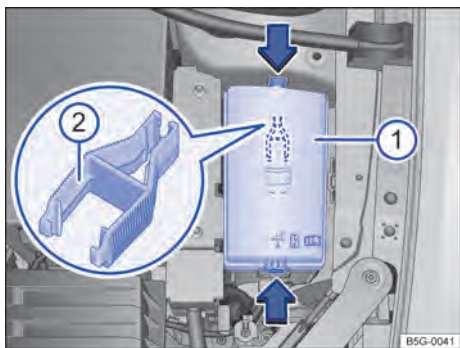

Fig. 170 No compartimento do motor: cobertura ① da caixa de fusíveis com pinça de plástico ②.
- Pressionar as travas no sentido da seta → Fig. 170 ①, para destravar a cobertura da caixa de fusíveis.
No lado interno da cobertura da caixa de fusíveis no compartimento do motor pode haver uma pinça de plástico → Fig. 170 ② para a retirada dos fusíveis.